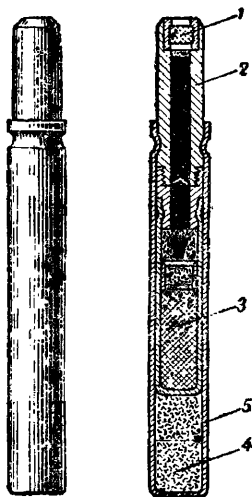

Рис. 11. Запал
11. Запал (рис. 11) служит для взрыва разрывного заряда гранаты. Он состоит из капсюля-воспламенителя, дистанционной трубочки, капсюля-детонатора, дополнительного детонатора и гильзы запала.